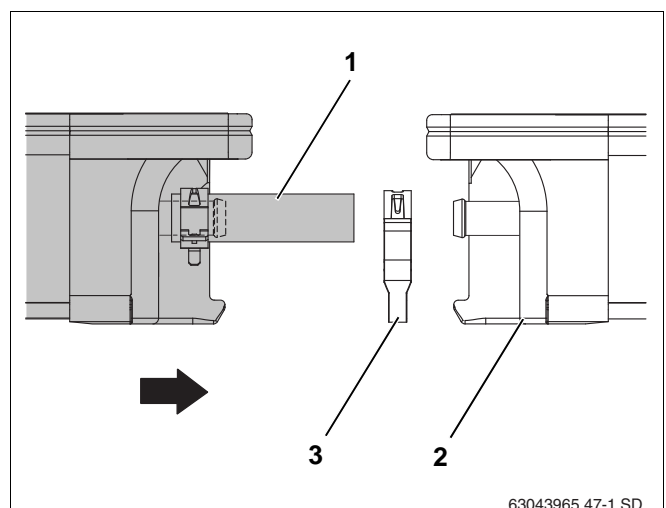

Fig. 49 Den anden solfanger skubbes hen til den første
- ▶ Læg den anden solfanger med de formonterede solvarmeslanger (fig. 49, **pos. 1**) på profilsinnerne, og lad den glide ind i nedskridningssikringerne.
- ▶ Skub det andet fjederbånd (fig. 49, **pos. 3**) på solvarmeslangen.
- ▶ Skub solfangeren hen til den første solfanger (fig. 49, **pos. 2**), så de formonterede solvarmeslanger skubbes på den første solfangers venstre tilslutninger.